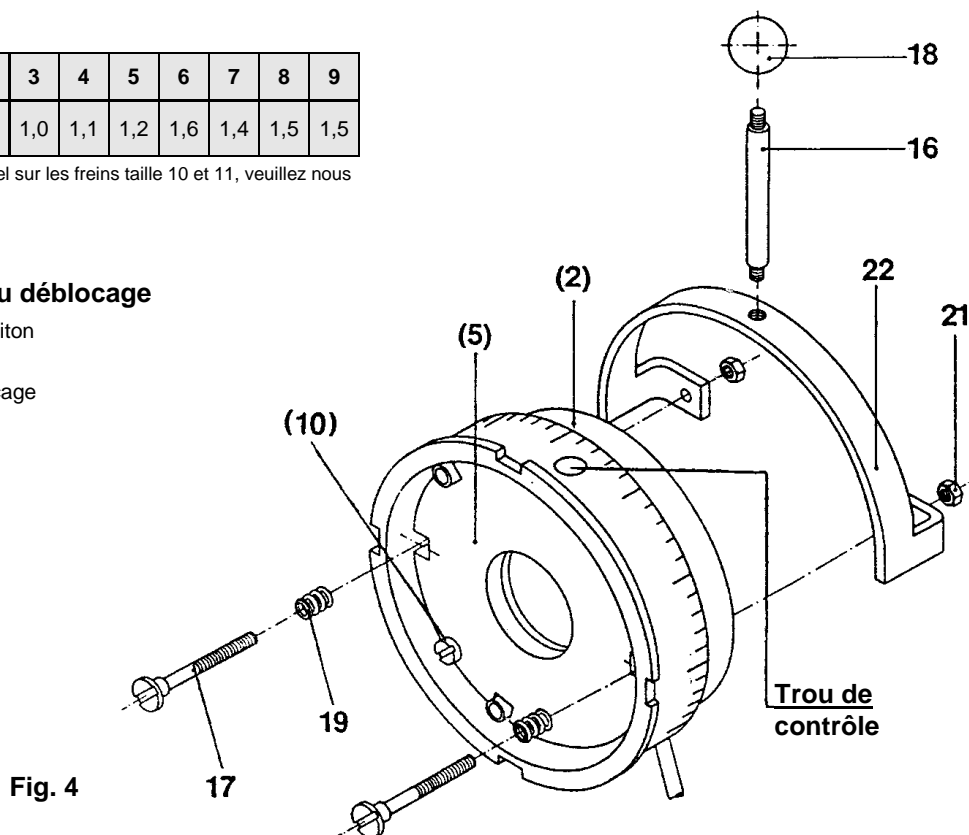

Fig. 4
Les tiges filetées (17) limitent la course du disque de freinage (5) dans le sens de freinage, fig. 4 et 5.